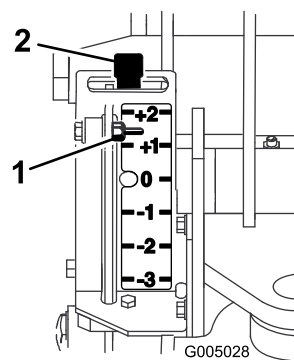
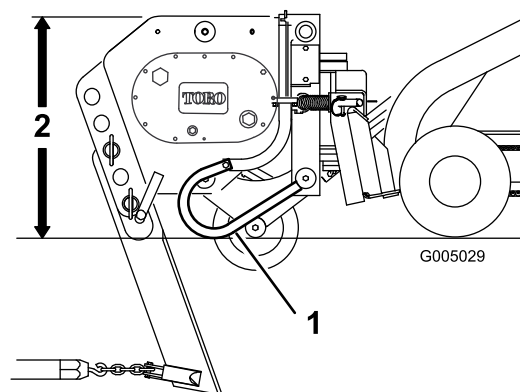

Figura 7
Figura 8
5. Incline a placa do acessório completamente para trás para que a parte superior do arado fique paralela ao solo (Figura 8).
O medidor está localizado no lado esquerdo do arado de frente para a unidade de tração. Um conjunto de barra vai do medidor até ao solo (Figura 8). Quando levanta o arado, o indicador no medidor desloca-se para baixo. As marcas no medidor mostram o número de polegadas mais baixo ou mais alto do que a profundidade máxima que está a arar (Figura 7). O medidor indica de +2 a -3. O +2 no medidor representa uma profundidade de 5 cm abaixo da superfície e o -3 no medidor representa um 7,6 cm acima da superfície. O 0 no medidor indica que não é aplicado qualquer desvio na profundidade da lâmina.